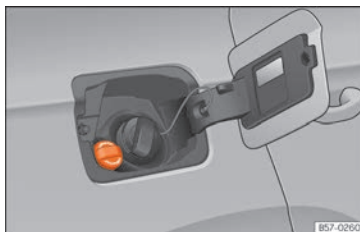

Fig. 226 Tapón de la boca de llenado del depósito de AdBlue.
- Abra la tapa del depósito »» **fig. 226**.
- Gire el tapón de cierre de la boca de llenado de SCR hacia la izquierda »» fig. 226.